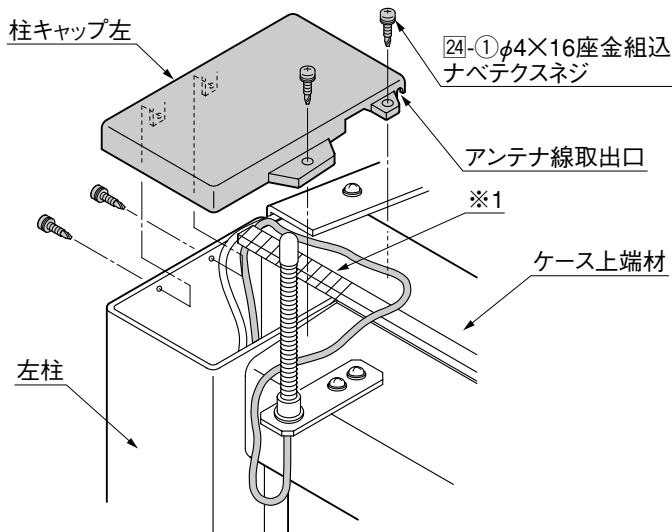
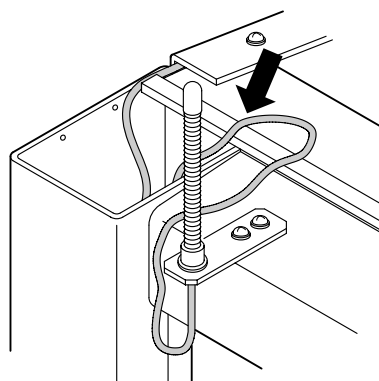

図22-1
図22-2
- 図22-1のケース上端材の斜線部分(※1)を通らないようにアンテナ線を配置して、長さを調整してください。
- 図22-1のケース上端材の斜線部分(※1)にアンテナ線を通すと、柱キャップの取付けができません。(図22-2参照)
- 24-①で柱キャップ左を左柱と上枠に取付けてください。